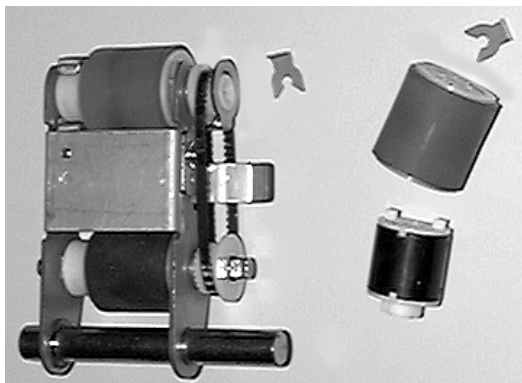

Figura 4-45 Kit rulli di presa della stampante
1. Disimballare il nuovo kit rulli di presa della stampante (numero prodotto: C5633A). Vedere la Figura 4-45.